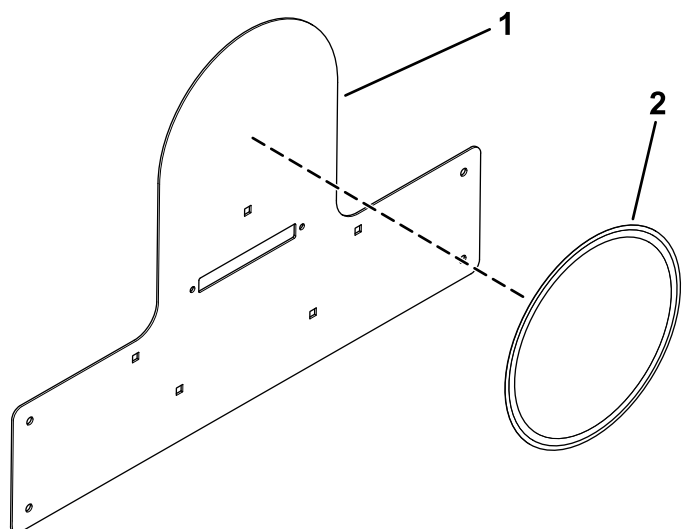

Figura 25
5. Coloque la pegatina de limitación de velocidad adecuada en el bastidor de placa de velocidad (Figura 25).